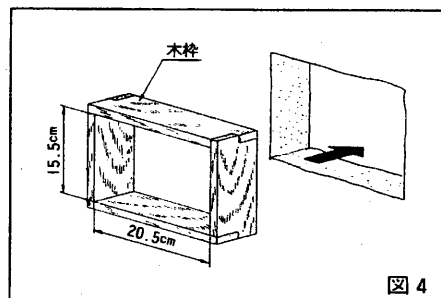

図4
- 包装箱に印刷してある木枠寸法または換気扇の寸法を基準にして、15mm以上の板材を使用して木枠を作ります。(図4)